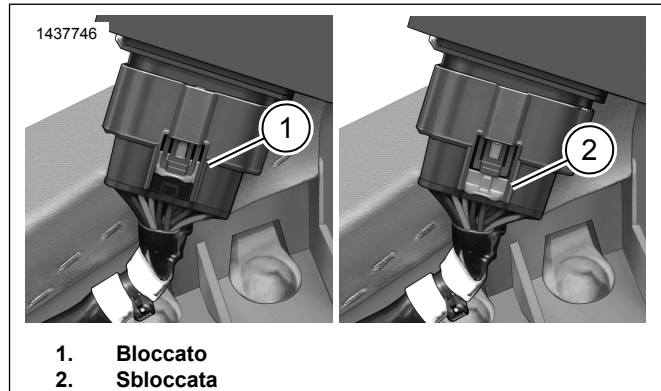
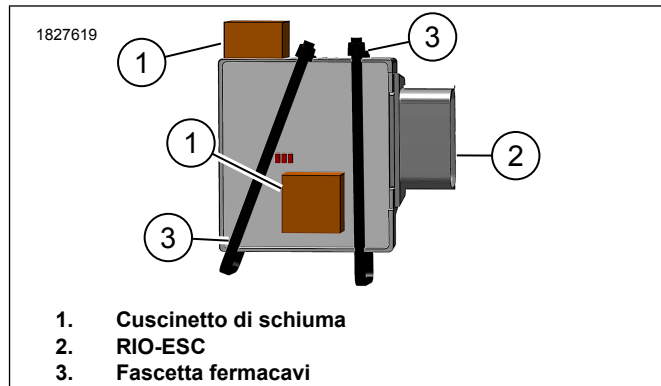

Figura 5. Posizione bloccata/sbloccata del connettore RIO
Figura 6. Installare il cuscinetto di schiuma al RIO
5. Vedere la figura 5. Sbloccare (2) il connettore RIO-ESC e scollegarlo.
6. Vedere la figura 6. Installare i cuscinetti di schiuma (1) su RIO-ESC (2).
- b. Installare i cuscinetti di schiuma (1) sotto le luci a LED e sull'angolo superiore.
7. Vedere la figura 5. Collegare RIO-ESC al cablaggio e bloccare il connettore (1).